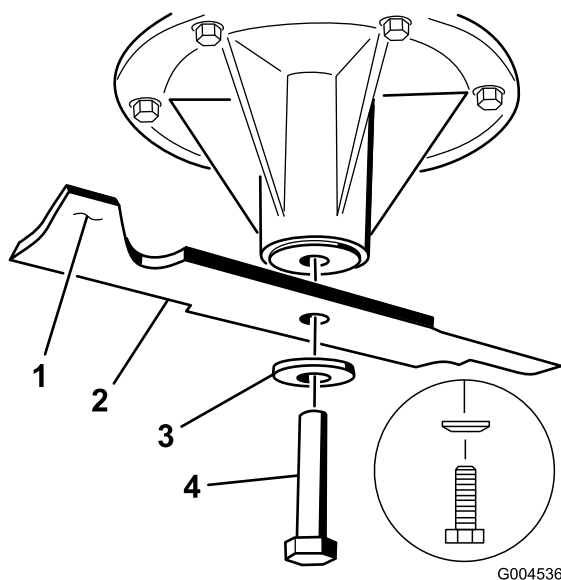

Figure 80
1. Placez la lame sur l'axe (Figure 80).
2. Mettez en place la rondelle élastique et le boulon de la lame (Figure 80).
**Remarque:** Le cône de la rondelle élastique doit être dirigé vers la tête du boulon (Figure 80).